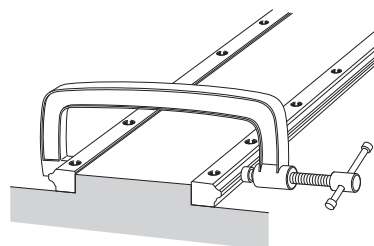

Рис.22
(2) Используя небольшие тиски, прижмите два рельса LM к основанию так, чтобы они плотно соприкасались с базовой поверхностью, а затем затяните установочные болты с рекомендуемым моментом затяжки (см. **В1-101**). (Рис.22)